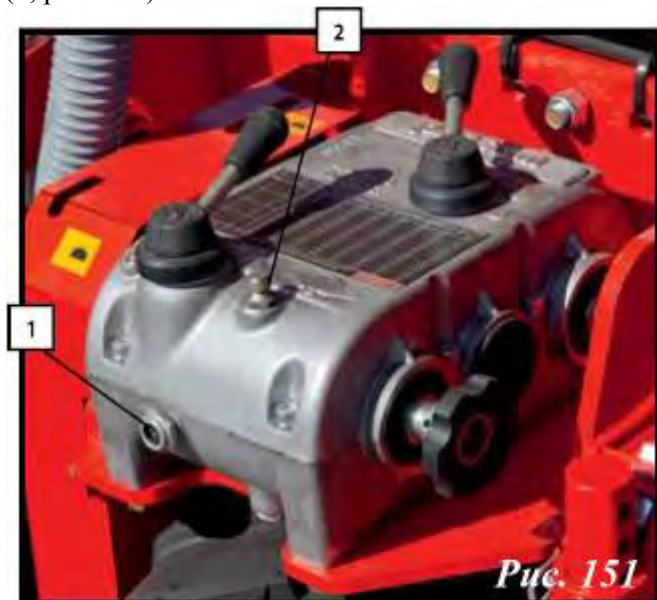

Рис. 151
Периодически проверять уровень масла в коробке передач через смотровое отверстие (1, рис. 151).
- 1 - Отвернуть пробку (2, рис. 151)
- 2 - Залить масло, уровень масла контролировать через смотровое отверстие (1, рис. 151)